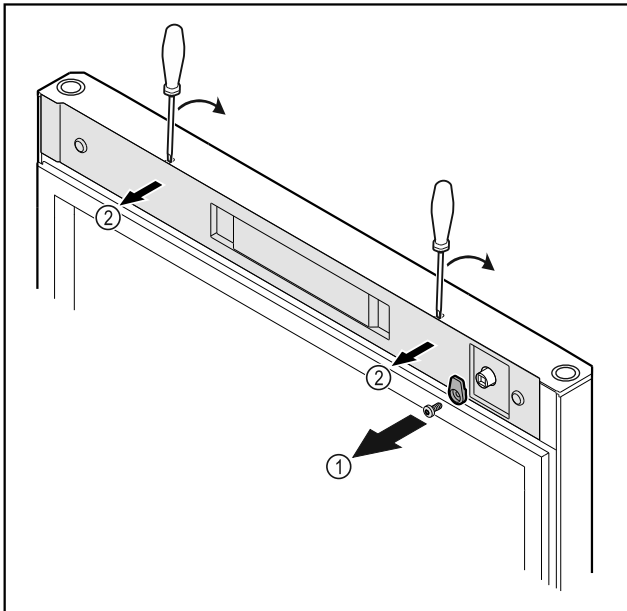

Fig. 12 \*
- ▶ Відкрутити запірний гачок Fig. 12 (1)\*
- ▶ За допомогою малої викрутки зніміть з фіксатора кришку Fig. 12 (2) і видалить.\*